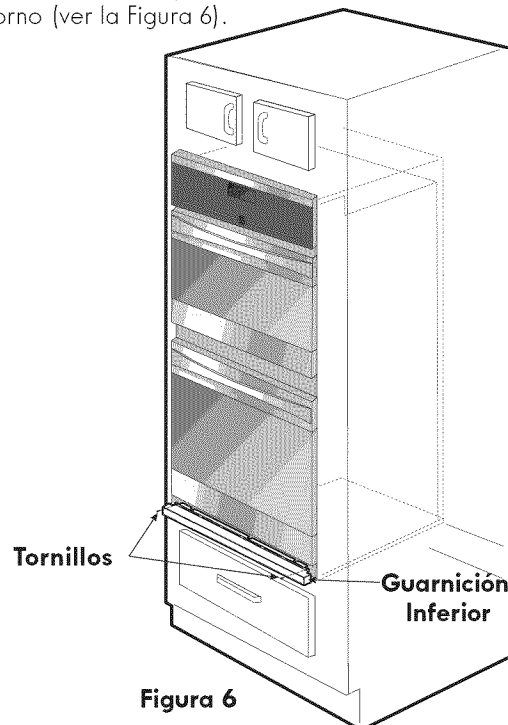

Figura 6
- 7** Colocar la parte superior de la guarnición inferior sobre las lengüetas laterales del horno, debajo de la puerta del horno, y fijarlas usando los 2 tornillos provistos con los orificios de montaje ubicados a cada lado del marco del horno (ver la Figura 6).